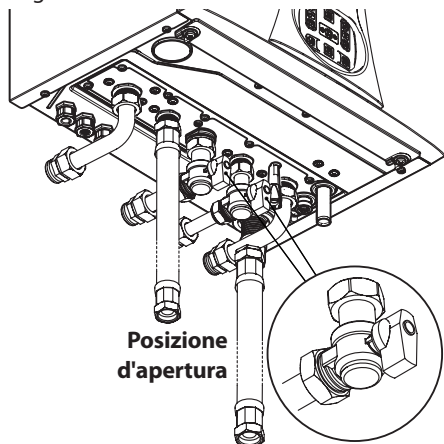

Figura 2.1
- I rubinetti della caldaia devono essere aperti (Figura 2.1).